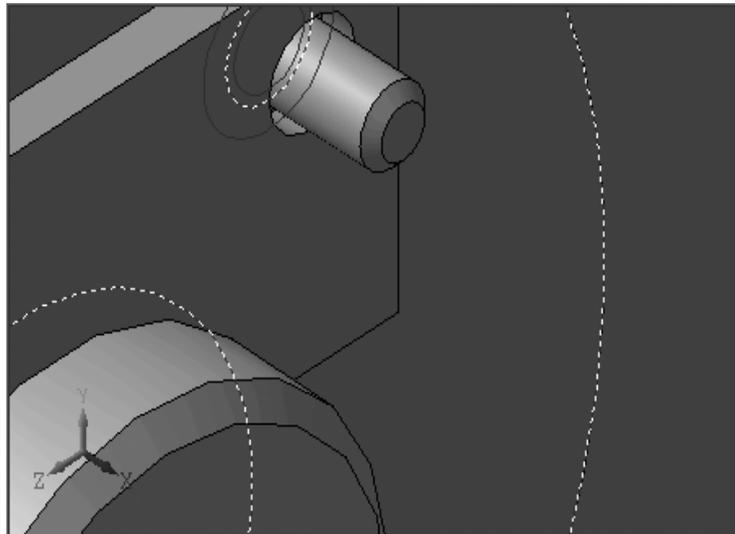

Рис. 6.77. Результат установки болта с шайбой после операции **Совпадение с обратной ориентацией**
- щелкните по кнопке **Создать объект**, а затем по кнопке **Прервать команду** на **Специальной панели управления**. Это состояние системы показано на рис. 6.77;